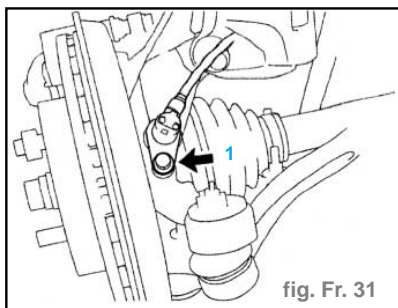

fig. Fr. 31
- Déposer le boulon du capteur (1) de vitesse de la fusée d'essieu. (fig. Fr. 31)
- Monter le capteur de vitesse, serrer le boulon de fixation (1) sur la fusée d'essieu au couple de **0,8 daN.m.** (fig. Fr. 31). Positionner correctement son câblage électrique.